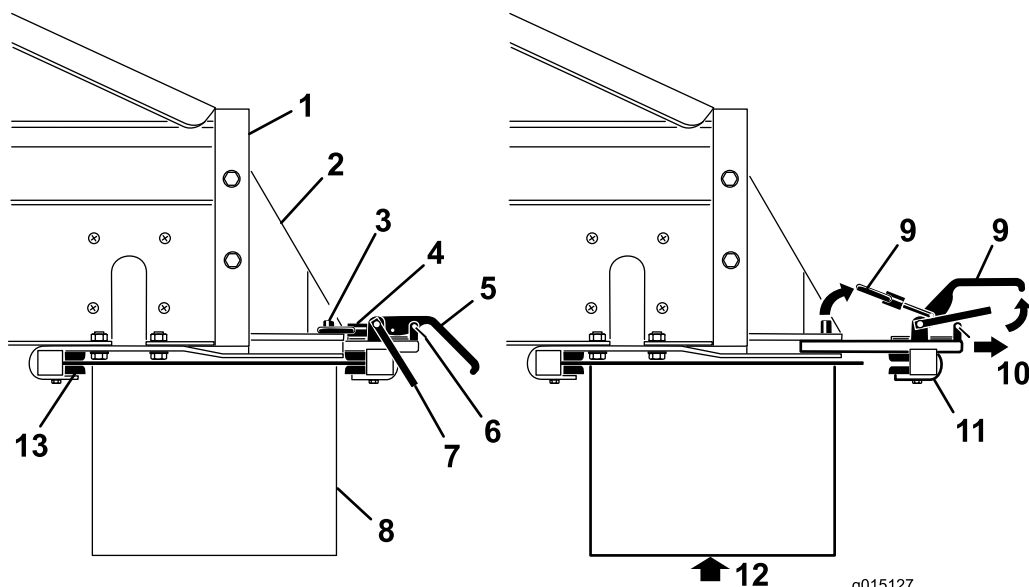

Figura 37
3. Retire os cliques do fecho de segurança das pegas da barra de ligação (Figura 37).
4. Levante o trinco de segurança, depois levante as pegas da barra de ligação do acessório e liberte os anéis de bloqueio dos pinos de bloqueio (Figura 37).
5. Deslize a traseira do conjunto de ligação do acessório para fora das ranhuras de ligação rápida (Figura 37).
6. Com ajuda, insira a borda frontal da correia transversal/articulação por cima e por baixo da traseira da MH-400 para a frente dos grampos nos suportes (Figura 37).
7. Apoiando a correia transversal/articulação, deslize a traseira do conjunto de ligação do acessório para as ranhuras nos suportes, e por cima da parte de trás (Figura 37).
9. Volte a instalar os cliques do fecho de segurança nas pegas da barra de ligação (Figura 37).